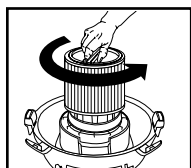

FIGURE 17
24. Pour enlever le filtre afin de le nettoyer, maintenez à nouveau le couvercle du réservoir et tournez le porte-filtre dans le sens antihoraire pour le desserrer et l'enlever. **FIGURE 17.**